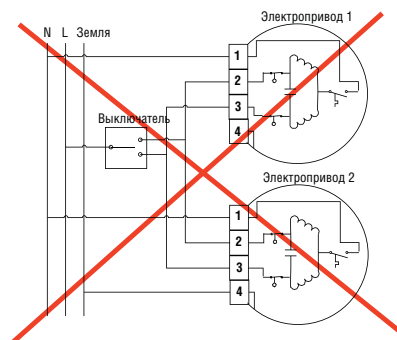

Рис. 5. Недопустимое параллельное подключение.
**ПРЕДУПРЕЖДЕНИЕ:** не допускается параллельное подключение 2 и более приводов от одного общего выключателя (Рис. 5).
## КОНЦЕВЫЕ ВЫКЛЮЧАТЕЛИ (Рис. 5)